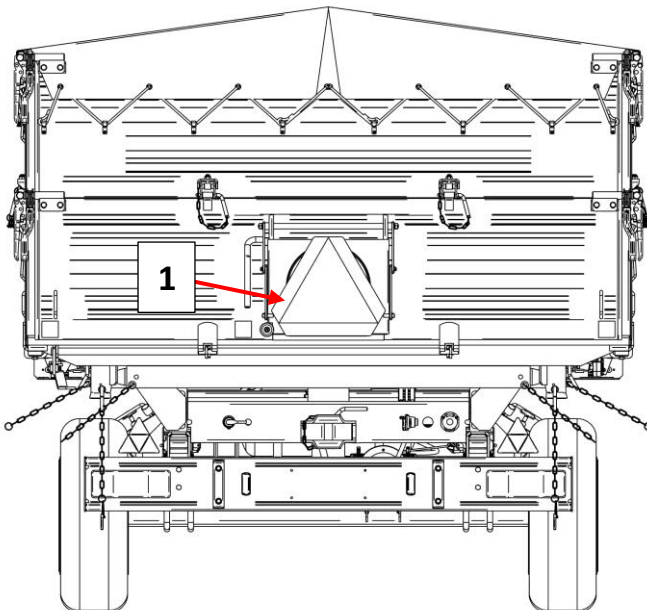

Abbildung 2. Befestigungsstelle der Kennzeichnungstafel für bauartbedingt langsam fahrende Fahrzeuge
- Während der Fahrt auf öffentlichen Straßen muss der Anhänger mit einem zertifizierten oder homologierten Warndreieck ausgestattet werden. An der Rückwand ist ein dreieckiges Schild für langsam fahrende Fahrzeuge (1), wie in der nachstehenden Abbildung (Abb. 2) gezeigt, anzubringen.